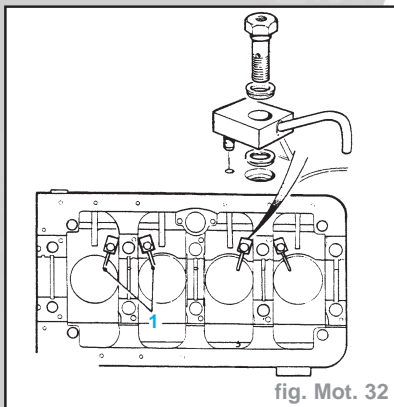

fig. Mot. 32
- Assembler puis poser les tubes de gicleur complets (1) (Fig. Mot. 32).